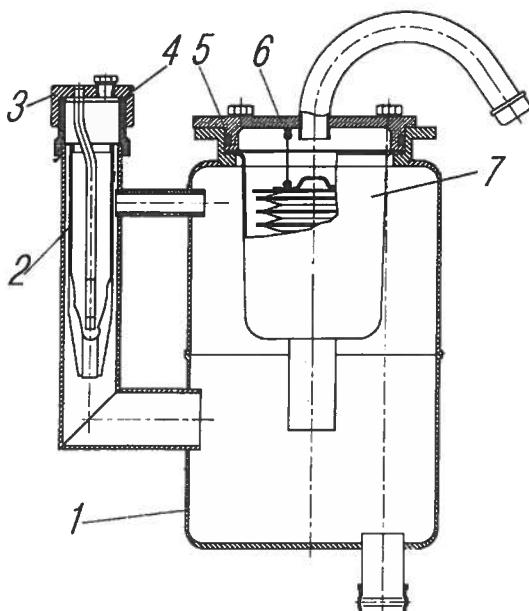

Рис. 60. Бак масляный рулевого управления:
Бак установлен отдельно от насоса. В баке имеется заливной фильтр 2 (рис. 60). Масло, возвращаясь в бак, проходит через фильтр 7. В случае засорения фильтрующих элементов открывается клапан. Уровень масла в баке должен находиться в пределах плоского участка на указателе и замеряется указателем при незавернутой пробке 3.
5. Снять крышку фильтра 6 (см.рис. 60) масляного бака , фильтр 7 и промыть фильтр.